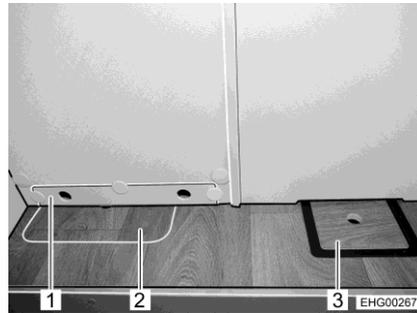

Fig. 154 Acceso al depósito de aguas residuales en la parte trasera
- Quitar el panel (Fig. 154,1).
- Abrir la tapa del suelo para el depósito de aguas residuales (Fig. 154,2)
- Abrir la tapa del suelo para la llave de desagüe (Fig. 154,3).
- Cerrar la tapa del suelo para la llave de desagüe (Fig. 154,3).
- Cerrar la tapa del suelo para el depósito de aguas residuales (Fig. 154,2).
- Volver a colocar el panel (Fig. 154,1).